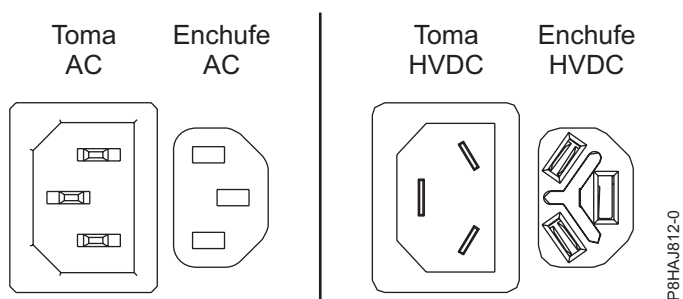
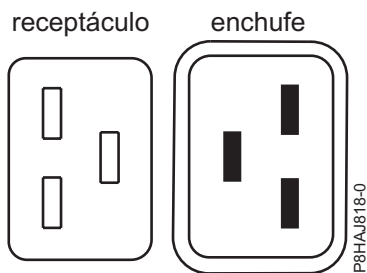
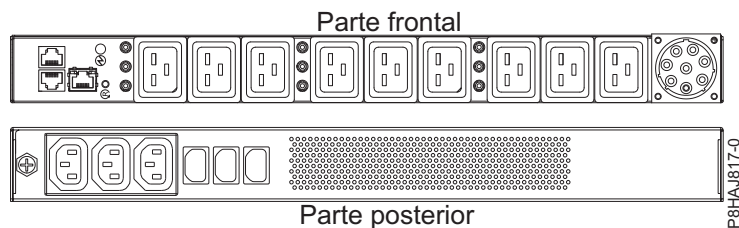

Figura 38. Conectores de CA y HVDC
Figura 39. Conectores para el sistema 8408-44E
Figura 40. PDU para el sistema 8408-44E
En Figura 38 se muestran los conectores de corriente alterna (CA) y de corriente directa de alto voltaje (HVDC). En Figura 39 y en Figura 40 se muestran los conectores y la unidad de distribución de alimentación (PDU) para 8408-44E.